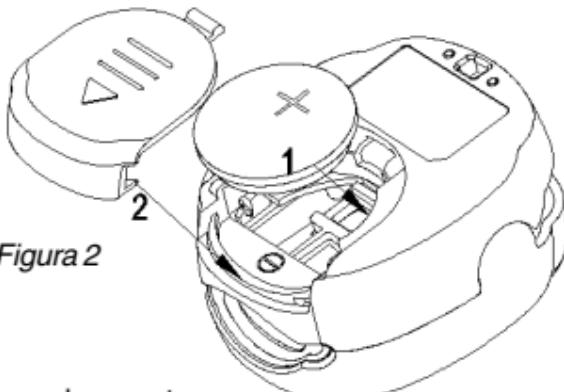

Figura 2
- Inserire la batteria nell'apposito alloggiamento, controllando che il verso di inserimento sia corretto (come indicato in Figura 2).